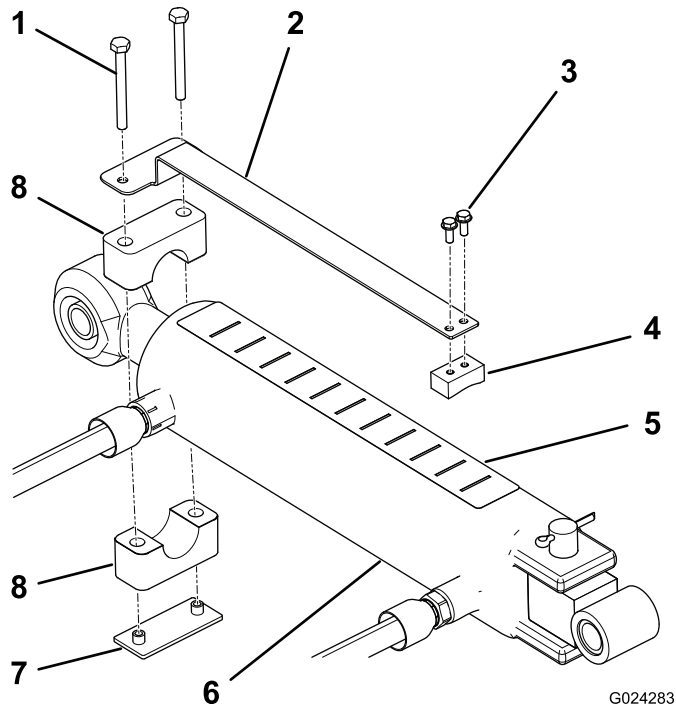

図 9
1. スライドブロックの平らな面に深さゲージを取り付ける ; #10 x 1/2 インチのねじ (2本) を使用し、各部材を図 9 のように配置する。
2. チューブクランプ、溶接プレート、および 1/4 x 2-1/2 インチねじ2本を使って、深さゲージを上リンクシリンダのロッドの先端部に仮止めする (図 9)。適当な位置に自由に回せるようにクランプはゆるく止めておくこと。
4. シリンダの上部に深さ表示ステッカーを貼り付ける。オペレータから見える位置で、かつ、油圧ホースなどの配置を邪魔しない位置を選んで貼り付けること (図 9)。ステッカーの最後 (J という文字で終わる) がエアレータに向くように貼り付ける。